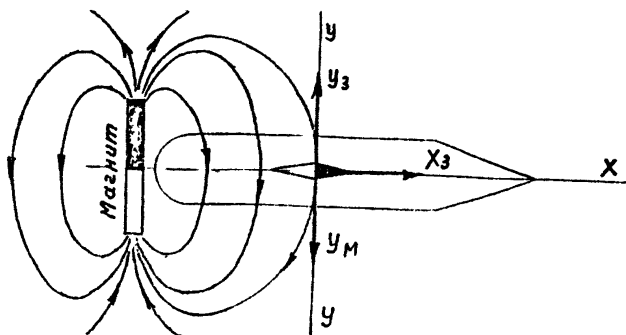

Рис.5. Получение искусственного курса N (S)
1) располагая вспомогательный магнит параллельно вектору $Уэ$ так, чтобы его нейтраль находилась в диаметральной плоскости судна (Рис.5), добейтесь компенсации поперечной
2. Если курс стоянки судна имеет значение, близкое к 90° или 270° , то перед выведением картушки компаса на искусственный курс N или S необходимо предварительно с помощью еще одного вспомогательного магнита создать промежуточный курс, близкий к одному из четвертных, а затем, действуя вторым магнитом, как показано на рис.5, получить искусственный курс N или S.